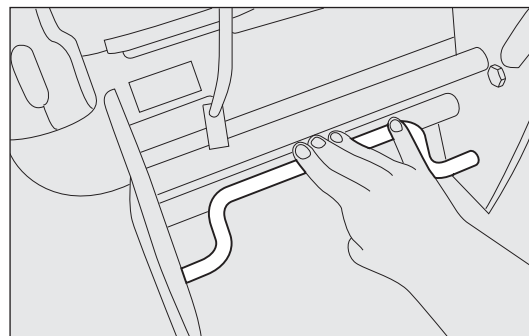

fig. 26d
- ☐ empuje la palanca como se indica en la fig. 26d;
- ☐ empuje la palanca como se indica en la fig. 26d y tire de ella para asegurarse de que el asiento esté correctamente fijado;